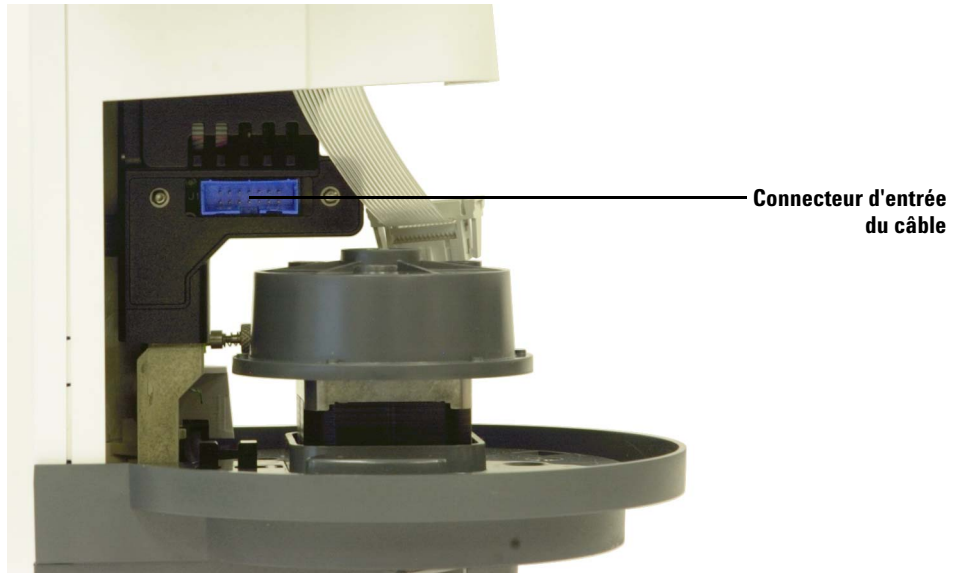

Figure 106 Accès au connecteur d'entrée du câble
- 13** Faites glisser le support de seringue le plus bas possible, jusqu'à ce que vous puissiez accéder au connecteur d'entrée du câble sous le carter de la tour (Figure 106).